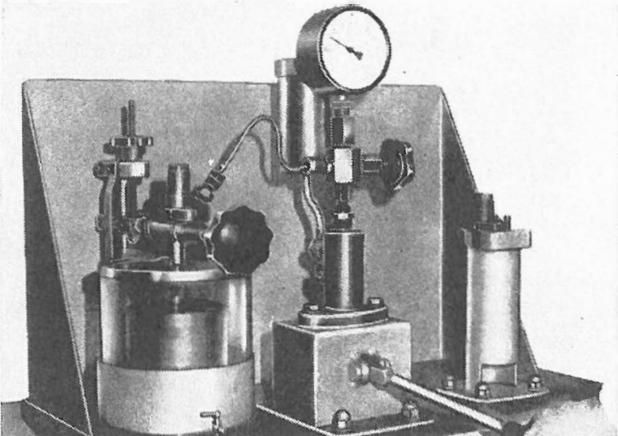

Fig. 46
- Agire sulla pompa a mano (Fig. 46) e controllare che la pressione di iniezione sia 210 ± 220 kg/cm².
1. Operate hand pump (Fig.46) and check that injection pressure is 210/220 Kg/sq cm.
- Faire fonctionner la pompe à main (fig. 46) et vérifier que la pression d'injection est de 210 ± 220 kg/cm².